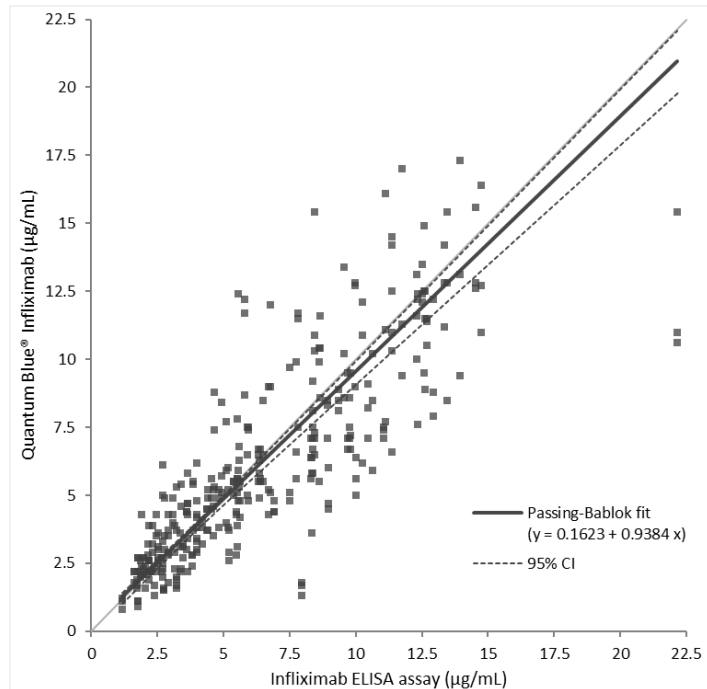

Figura 2
O estudo de comparação de métodos foi realizado de acordo com a diretriz EP09-A3 do CLSI. Cento e dez (110) amostras clínicas foram medidas em triplicata usando-se dois lotes de cassetes de teste do Quantum Blue® Infiximab por três dias. Valores de referência com um intervalo final de concentração de 1,2 - 22,2 µg/mL foram estabelecidos com um teste ELISA para infliximabe comercialmente disponível (ref. 9). O desvio foi determinando usando-se uma análise de regressão linear de Passing-Bablok. Os resultados estão resumidos na figura 2.